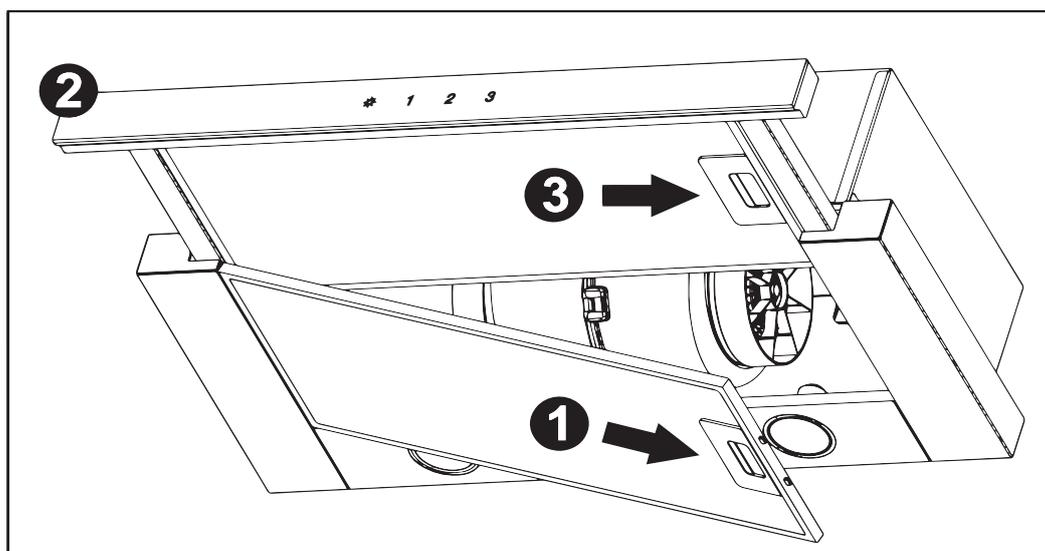

Рис.6
8.6 Для зняття алюмінієвого фільтру (рис.6) слід натиснути на пружинну засувку алюмінієвого фільтра 1 і зняти його. Витягнути висувну панель з фільтром 2 і зняти алюмінієвий фільтр 3. Встановлення фільтра виконується в зворотному порядку. **Не встановлюйте фільтр після миття до їх повного висихання.**